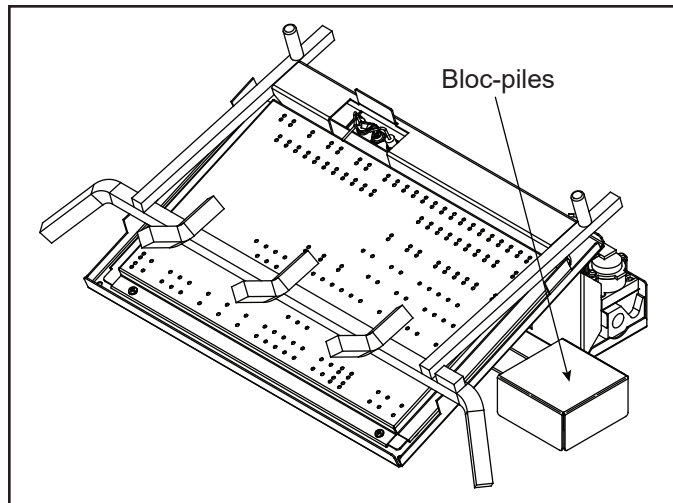

Figure 7.1 Emplacement du bloc-piles
- Le système de veilleuse intermittente IntelliFire™ est fourni de série avec un bloc-piles intégré pouvant contenir deux piles de taille D. Il ne nécessite pas une alimentation de 110 à 120 V c.a. pour fonctionner. Voir la figure 7.1.